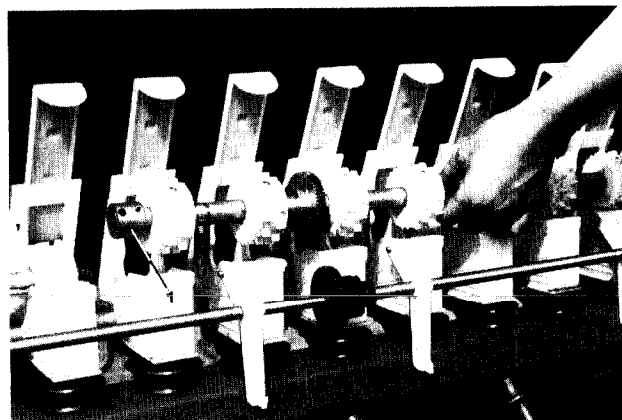

Fig. 103
- Verbindingsbussen (Fig. 103/3) na het losdraaien van de zeskantbouten op de zaaias met zaairaden naar achter uitnemen en tegen de bonenzaai-as omwisselen.